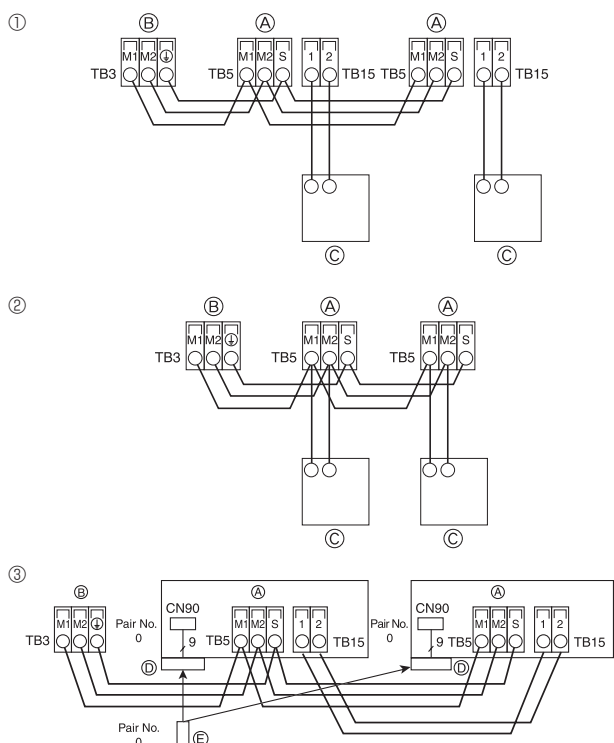

Fig. 4-5
4.4. Подсоединение пульта дистанционного управления, кабелей передачи внутри и снаружи (Fig. 4-5)